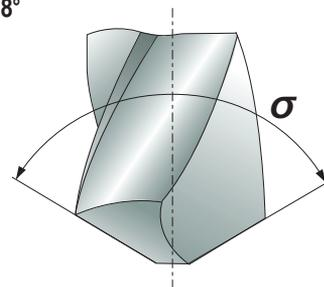

Рис. 7. Угол при вершине  $\sigma$
**Точка замера:** у вершины сверла, см. Рис. 7